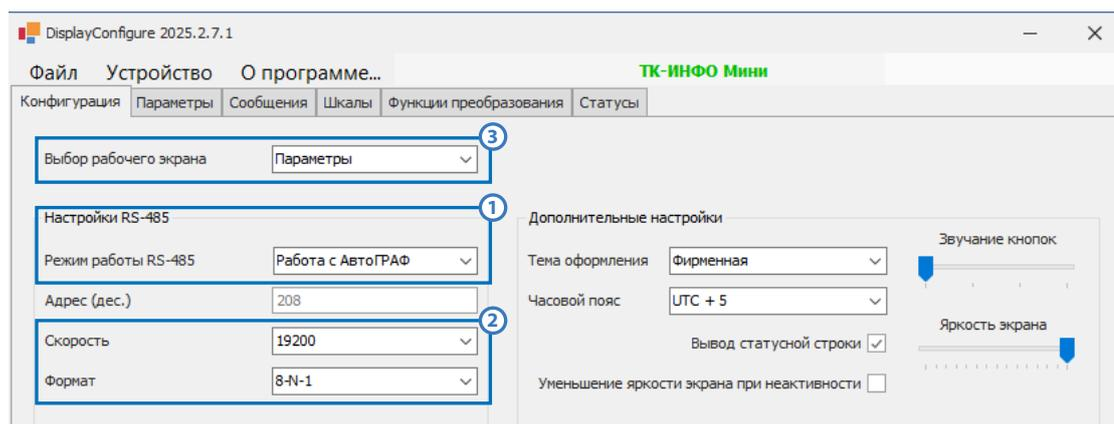

Рис.14. Настройка работы с контроллером АвтоГРАФ.
2. В разделе «Настройки RS-485» выбрать режим «Работа с АвтоГРАФ» (**Рис.14, п.1**), установить значения параметров «Скорость» и «Формат» в соответствии с настройками шины RS-485 бортового контроллера (**Рис.14, п.2**).
3. Чтобы на экране устройства выводились параметры объекта мониторинга, полученные от бортового контроллера, в поле «Выбор рабочего экрана» выбрать режим «Параметры» (**Рис.14, п.3**).